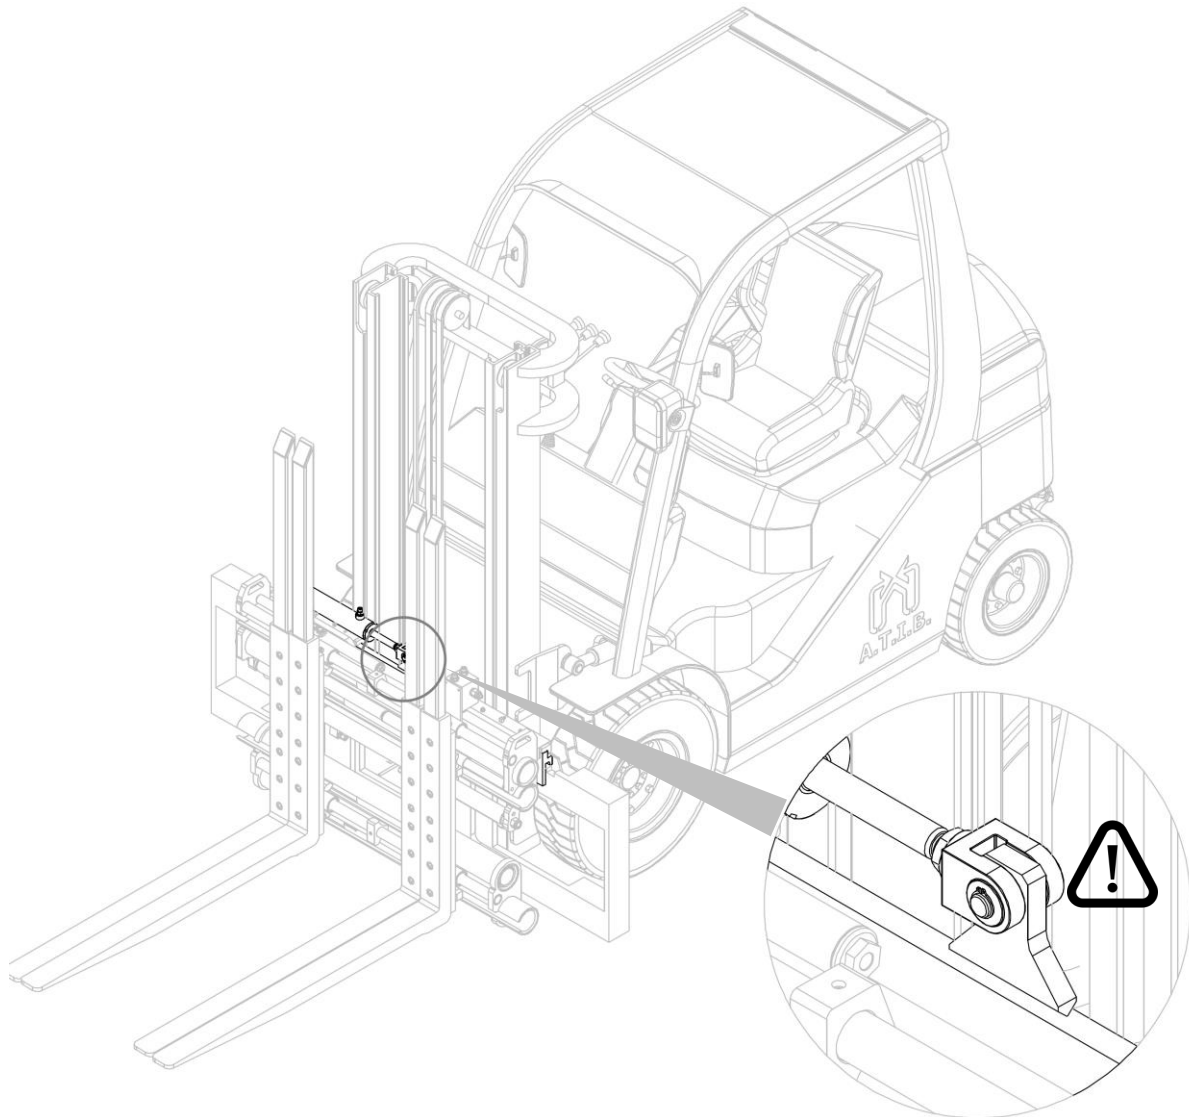

Abbildung 6
10. Schrauben Sie den Verfahrzylinder mit den Bolzen und Gummiringe wieder an seinem Platz an (siehe *Abbildung 6*).